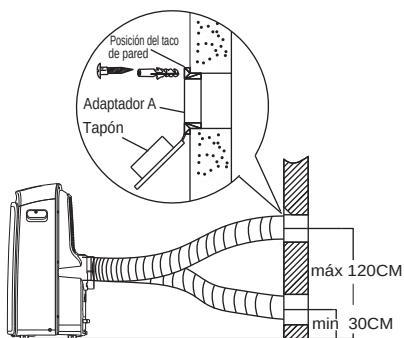

Imagen 18
1. Realice un orificio en la pared. Instale el adaptador A en la pared (exterior) utilizando cuatro tacos de pared y tornillos. Asegúrese de fijarlo correctamente (imagen 18).